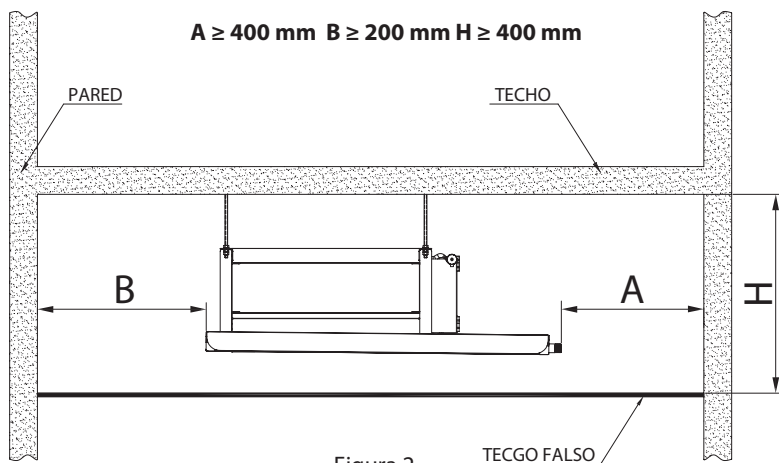

Figura 2
2. Asegúrese de tener un espacio adecuado para la instalación y el mantenimiento de la unidad. Por favor, consulte el tamaño de la unidad y el diagrama de conexión. (Figura 2: Muestra el espacio mínimo requerido alrededor de la unidad.)